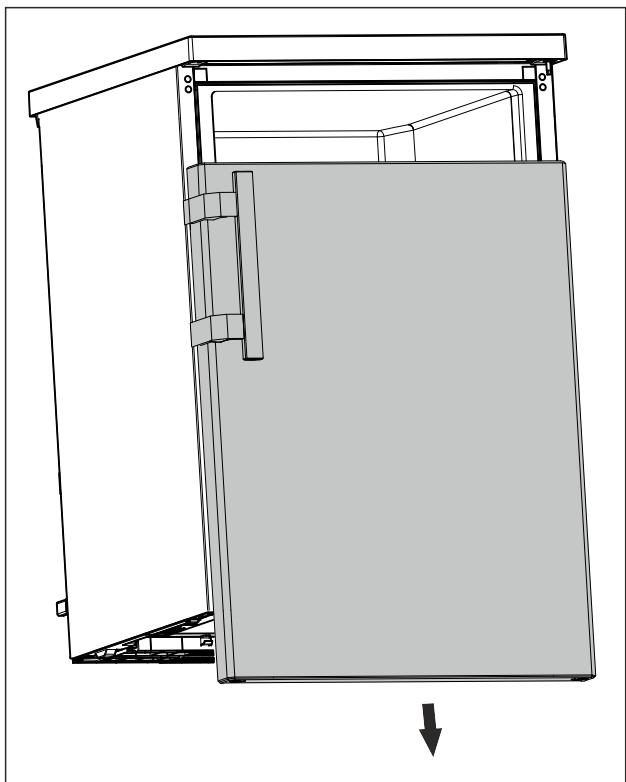

Fig. 9
- Зніміть дверцята в напрямку вниз. (див. Fig. 9)